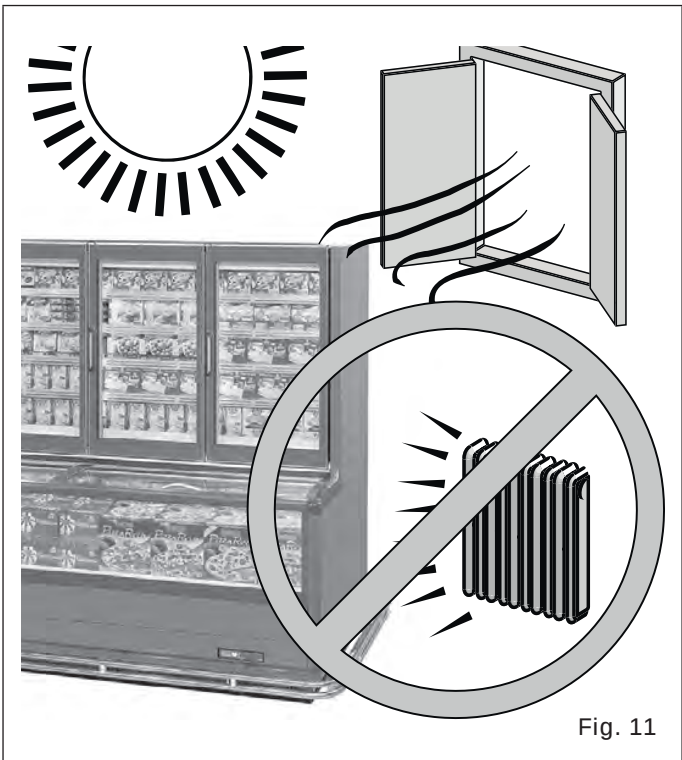

Fig. 11
- Lejos de fuentes de calor, luz solar directa, puertas, ventanas, ventiladores y rejillas de ventilación ("Fig. 11").